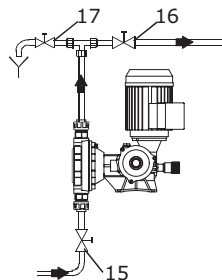

Рис. 15 Начальный пуск
1. Откройте всасывающий и нагнетательный запорные клапаны (15, 16), если они установлены (см. рис. 15).
2. Откройте клапан удаления воздуха (17), если он установлен на линии нагнетания или понизьте давление в линии нагнетания так, чтобы перекачиваемая среда могла выходить без преодоления противодействия.
6. Закройте клапан удаления воздуха (17), если он установлен.